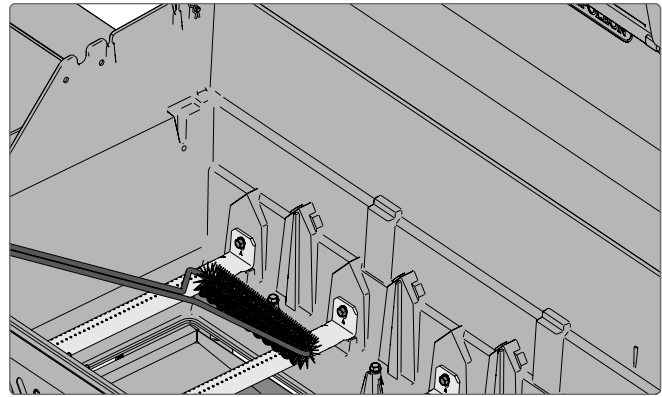

Fig. 21
5. Fei alt gjenværende smuss fra innsiden av grillen ned i dryppannen (**Fig 21, 22**).